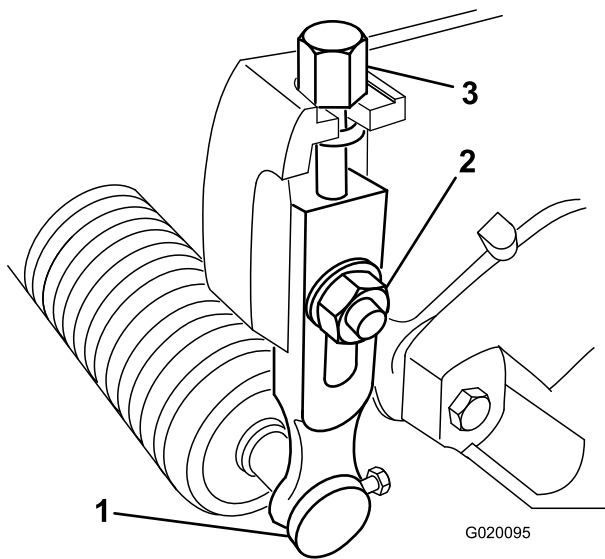

図 8
1. 刈り高アームをカッティングユニットのサイドプレートに固定しているロックナットをゆるめる **図 8**。